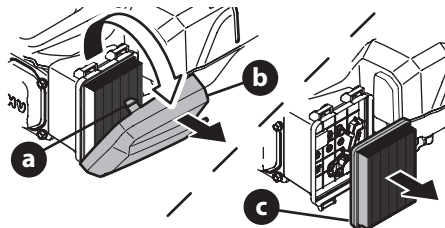

Figure 9
1. Appuyez sur les languettes (a) qui retiennent le couvercle du filtre à air (b). Retirez le couvercle (Figure 9).